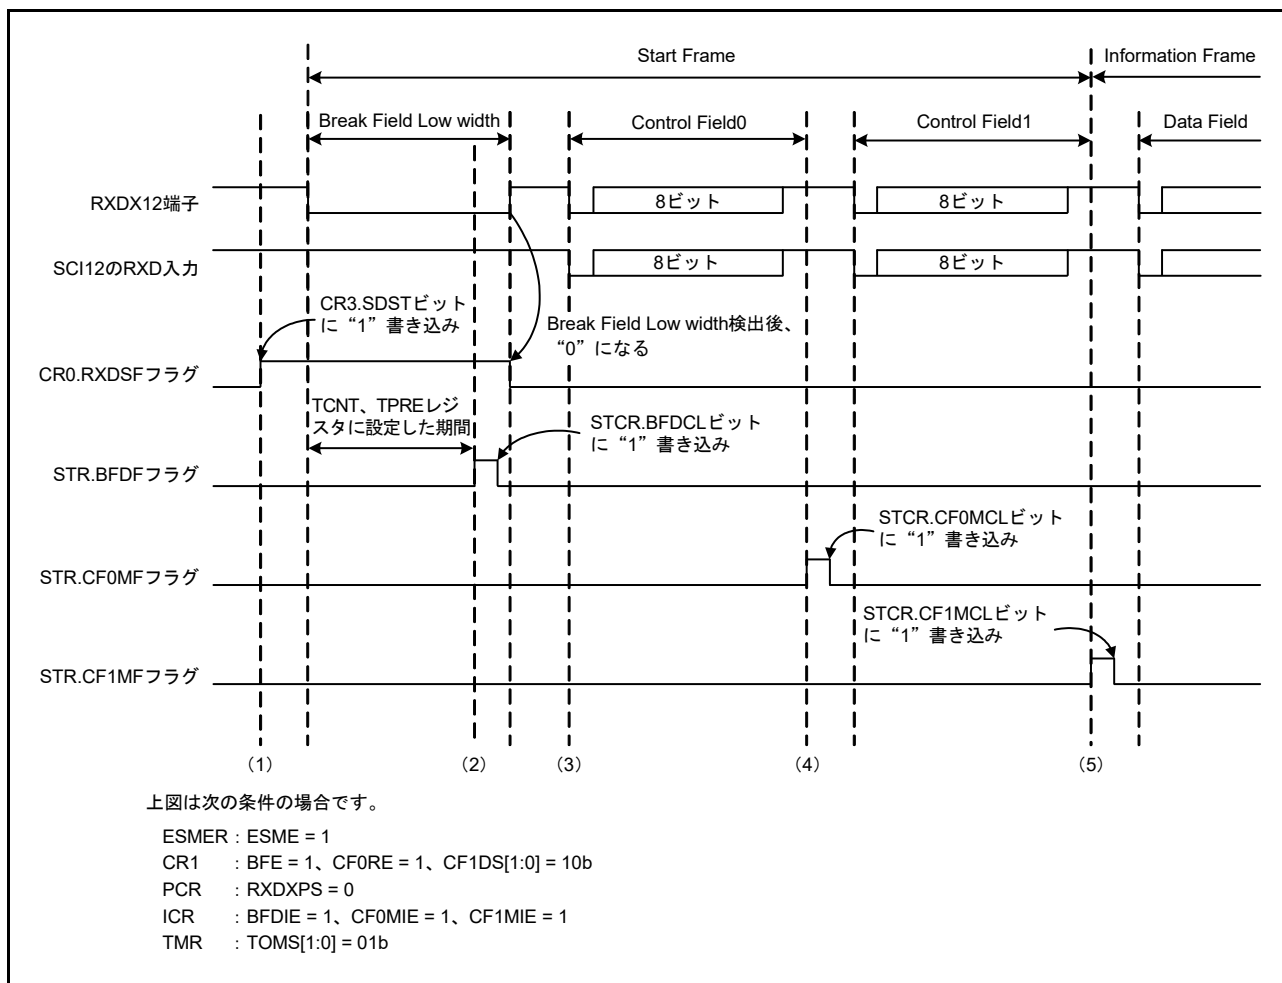
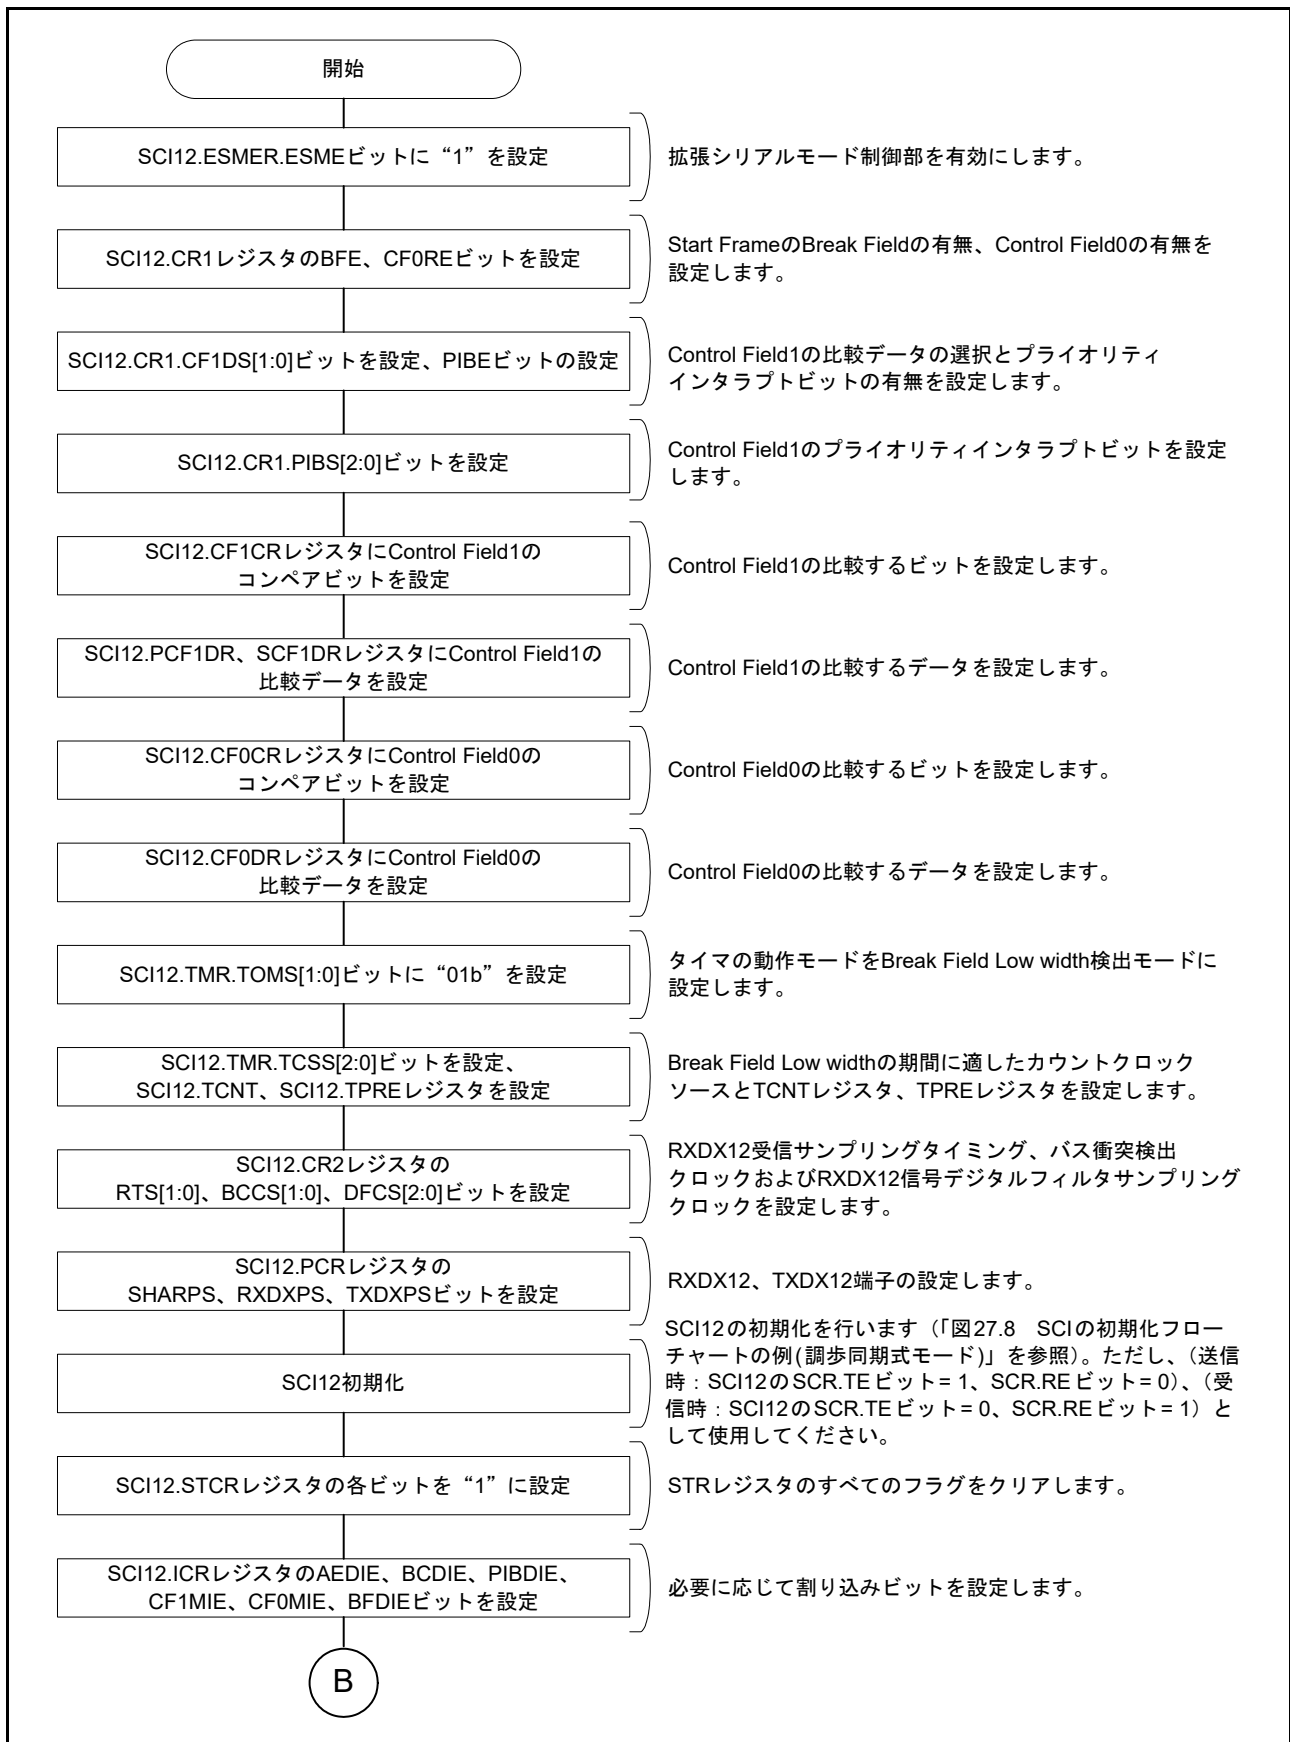
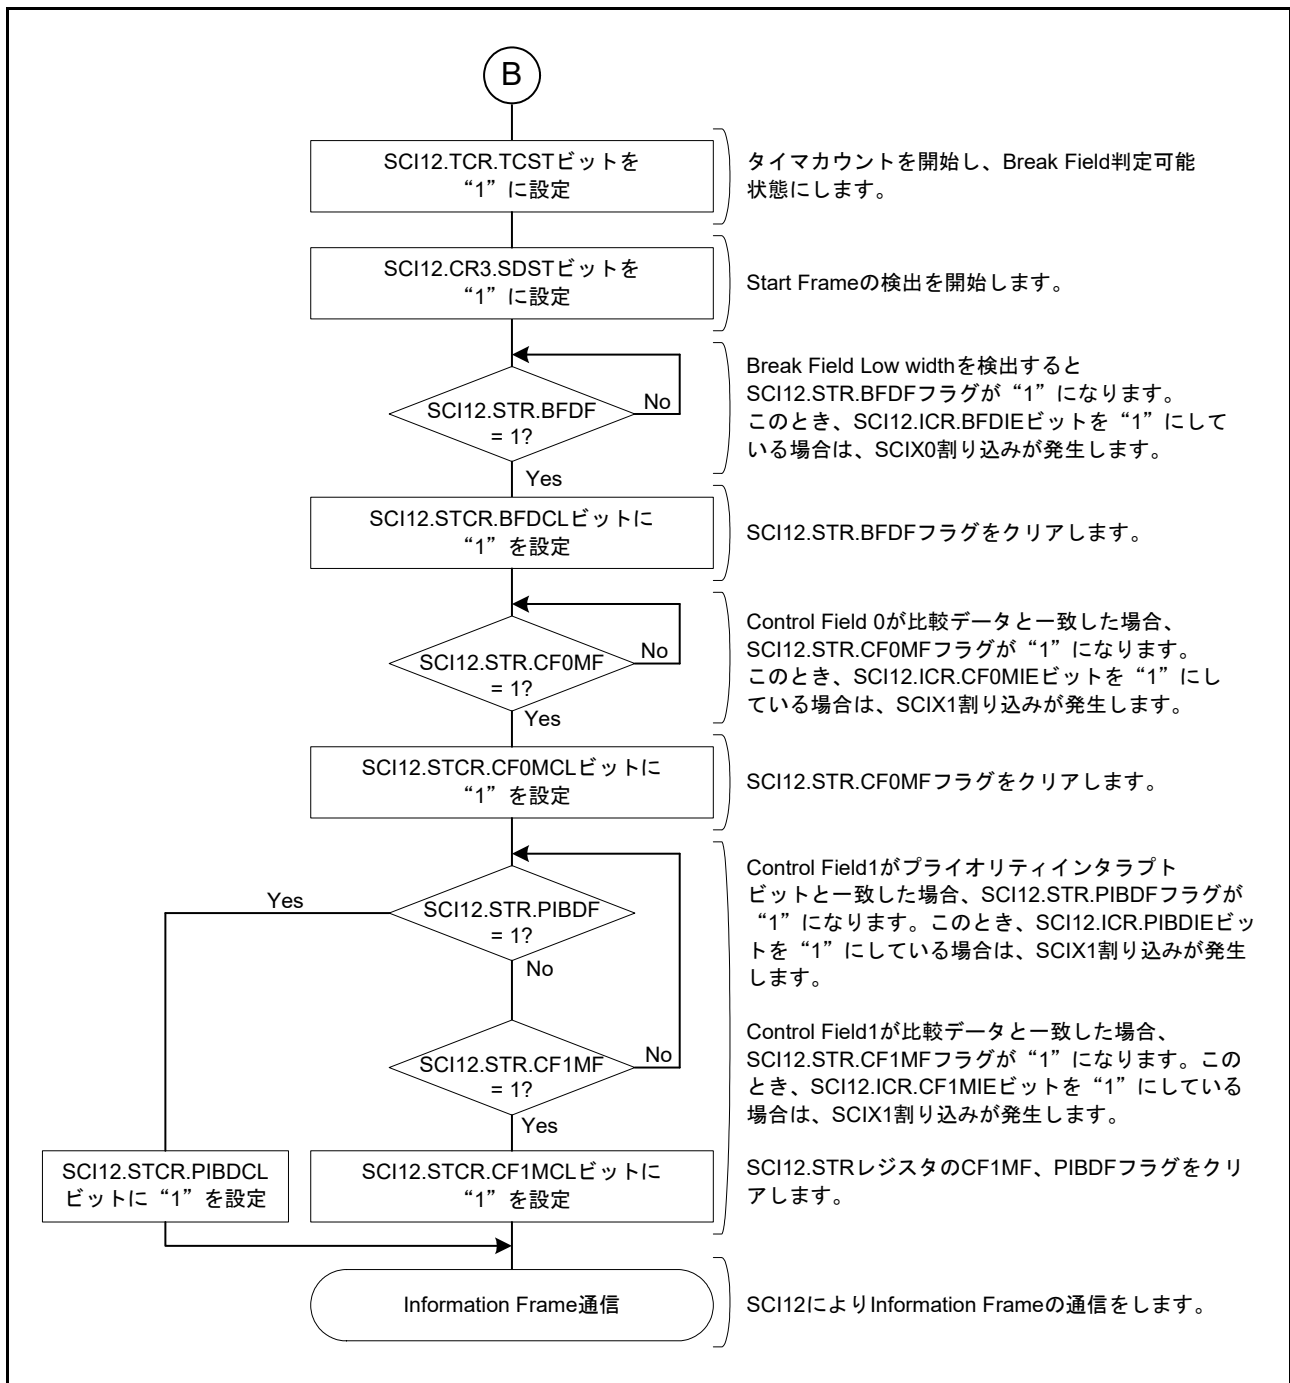
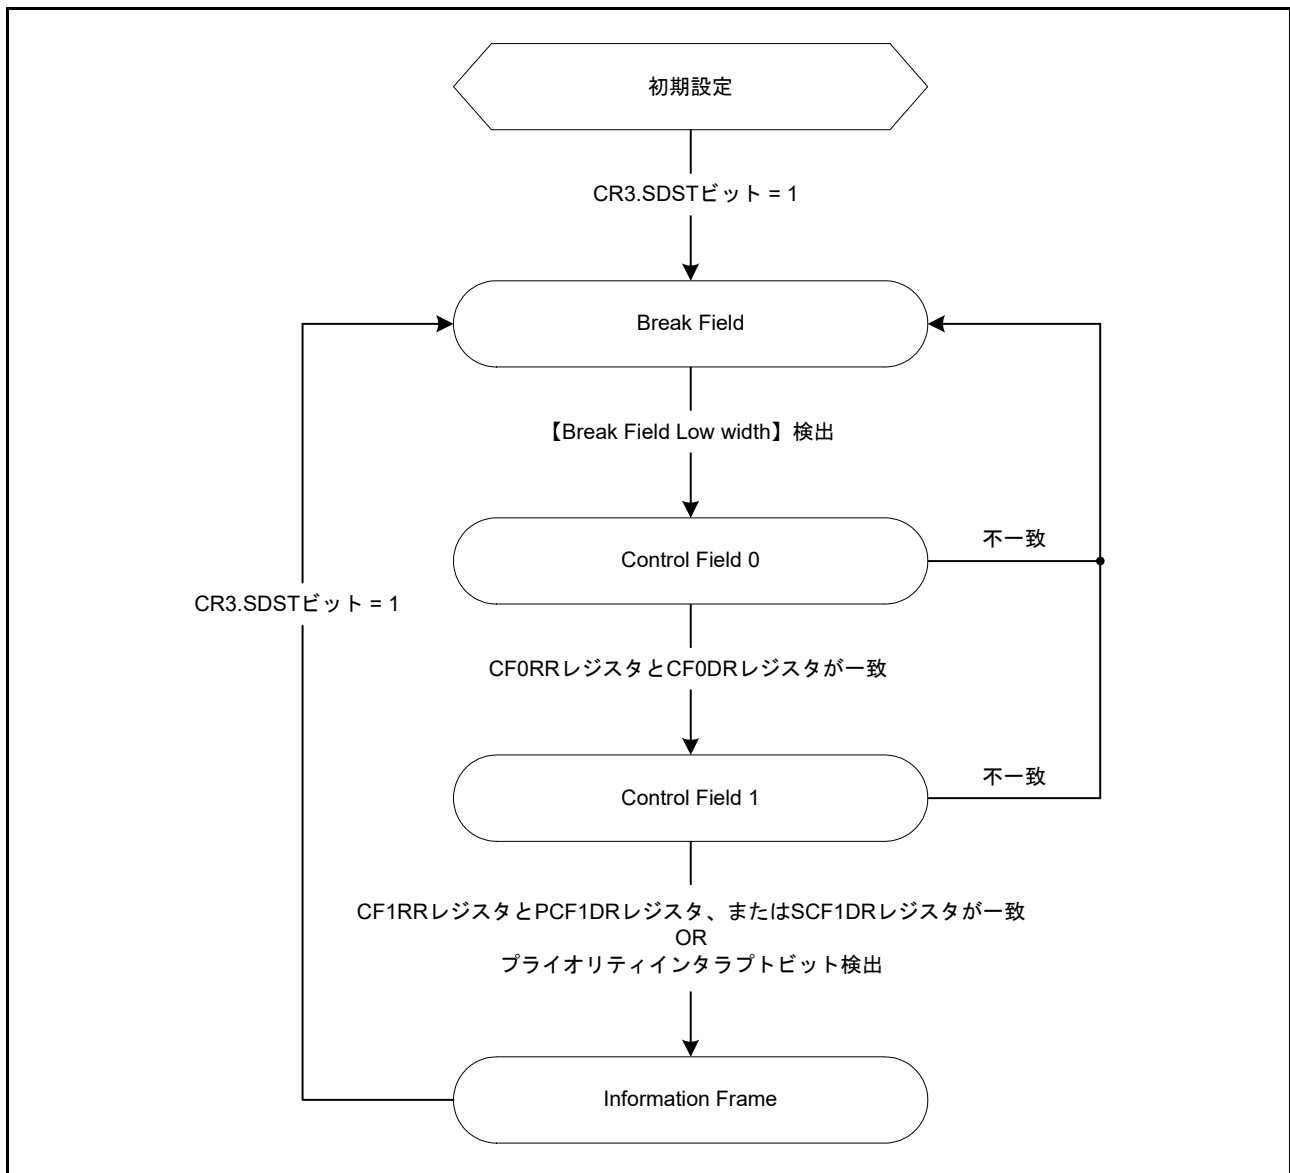

図 27.63 Start Frame 受信時の動作例
図 27.64 Start Frame 受信フローチャート例 (1)
図 27.65 Start Frame 受信フローチャート例 (2)
図 27.66 Start Frame 受信時の状態遷移図
図 27.63 に Break Field Low width、Control Field 0 および Control Field 1 で構成される Start Frame の受信時の動作例を示します。また、図 27.64、図 27.65 に Start Frame の受信を行うためのフローチャート、図 27.66 に拡張シリアルモード制御部の状態遷移図を示します。
(1) ~ (4) は図 27.63 の Start Frame 受信時の動作例 (1) ~ (4) と同様になります。
(5) CR1.PIBS[2:0] ビットで指定したビットの値が PCF1DR レジスタに設定した値と一致した場合、STR.PIBDF フラグが“1”になります。また、ICR.PIBDIE ビットを“1”にしている場合は、SCIX1 割り込みが発生します。その後、SCI12 により、Information Frame の通信を行います。Control Field 1 で受信したデータが PCF1DR レジスタまたは SCF1DR レジスタに設定したデータのどちらとも一致せず、プライオリティインタラプトビットも検出しない場合は、Break Field Low width 検出前の状態に遷移します。